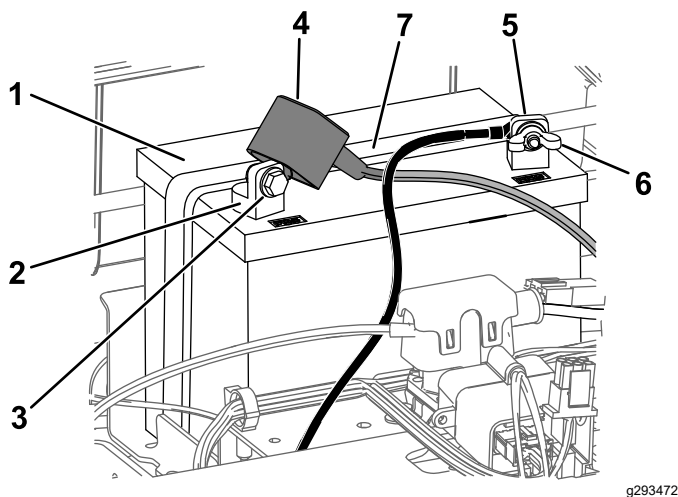

Figura 49
4. Deconectai cablul negativ (negru) de legare la masă de la suportul bateriei (Figura 49).
6. Deconectai cablul pozitiv (rou) de la borna bateriei (Figura 49).
7. Scoatei elementul de fixare a bateriei (Figura 49) și ridicai bateria din compartimentul său.
1. Amplasai bateria în compartimentul său (Figura 49).
5. Fixezi bateria cu elementul de fixare (Figura 49).